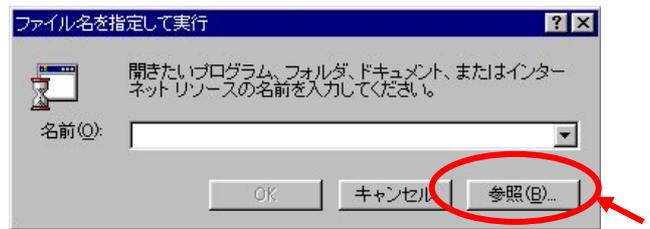

図1.2-2
(2) [参照(B)]ボタンをクリックしてください。(図1.2-2)